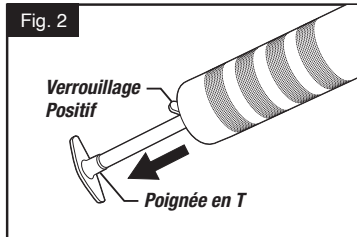

Fig. 2
2. Draw handle back fully so that the plunger rod catches and locks into place. (Fig. 2)
2. Tirez la poignée vers l'arrière jusqu'à ce que la tige du piston s'enclenche et se bloque en place. (Fig. 2)
2. Jale completamente el mango hacia atras para que la cabeza del piston se asegure en su lugar (Fig. 2)